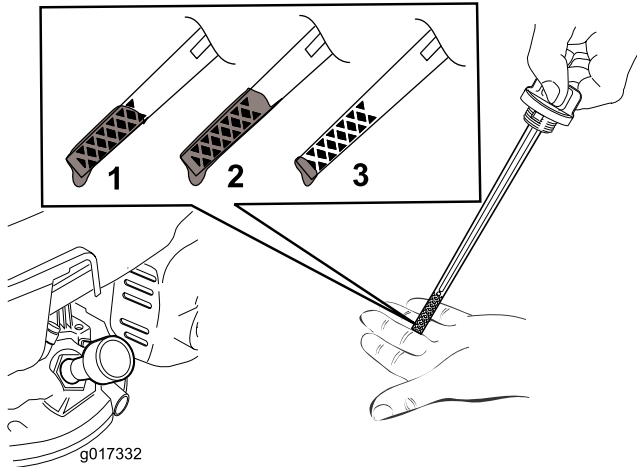

Figura 12
5. Para determinar el nivel de aceite correcto, consulte Figura 12.
- Nota:** Llene el cárter del motor con aceite hasta que la varilla indique que el nivel del aceite del motor es correcto, según se muestra en Figura 12. Si usted llena demasiado el motor, vacíe el exceso de aceite según se indica en Cómo cambiar el aceite del motor \(página 16\).